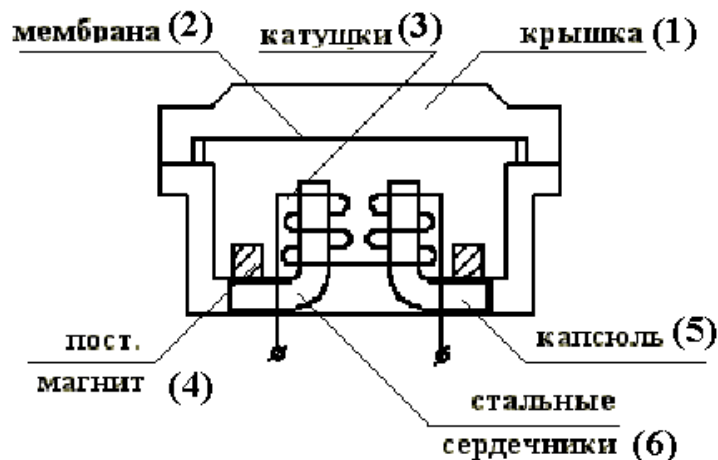

Рисунок 7.4 - Устройство телефона
паратах применяют телефон в виде капсулей (рисунок 7.4). Он состоит из постоянного магнита (4), стальных сердечников (6), катушек (3) с проводом, соединенных последовательно и встречно, мембраны (2) из магнитного материала, крышки (1). Когда ток по катушкам не протекает, мембрана, под действием сил магнитного потока постоянного магнита, несколько вогнута в сторону сердечников и находится в спокойном состоянии.